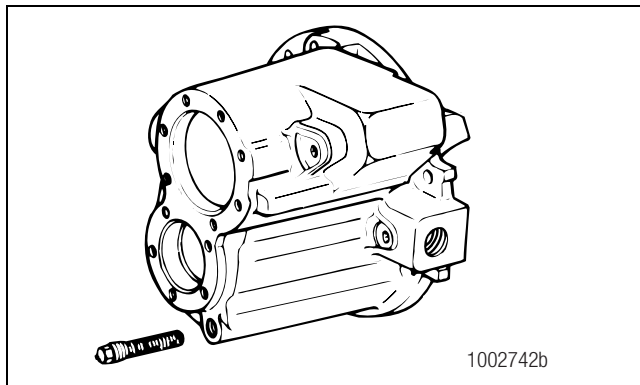

Figura 3.37
11. Retire el conjunto de la malla y el tapón de aceite de la línea de succión en el frente del portadiferencial. Figura 3.37.